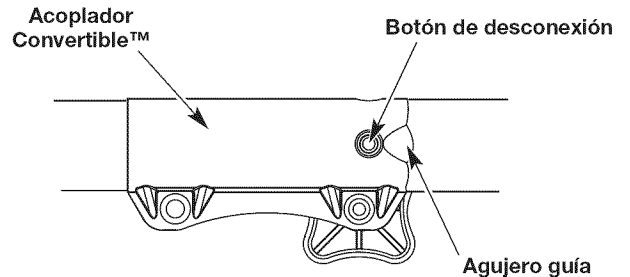

Fig. 5
NOTA: Alinear el botón de desconexión con el agujero guía facilitará la instalación (Fig. 5).
2. Oprima y sostenga el botón de desconexión (Fig. 5).